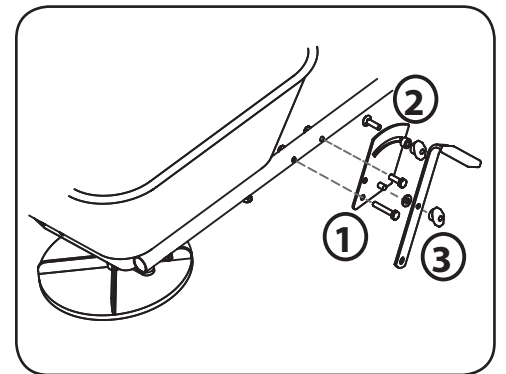

Figura 1-9
7. Use dos tornillos y tuercas M6 x 40 para fijar la placa de control al lado derecho del bastidor. Vea 1 en la Figura 1-9.
8. Inserte un perno de carro a través de la ranura de la placa de control y asegure con un espaciador de plástico y una tuerca mariposa para crear un tope ajustable de la manija de control. Vea 2 en la Figura 1-9.
9. Monte la manija de control a la placa de control con una arandela (entre la manija de control y la placa de control) y una tuerca mariposa. Vea 3 en la Figura 1-9.
- Afloje, posicione y vuelva a apretar la tuerca mariposa en su tope ajustable para que la manija de control no se mueva de su posición. Vea 2 en la Figura 1-9.